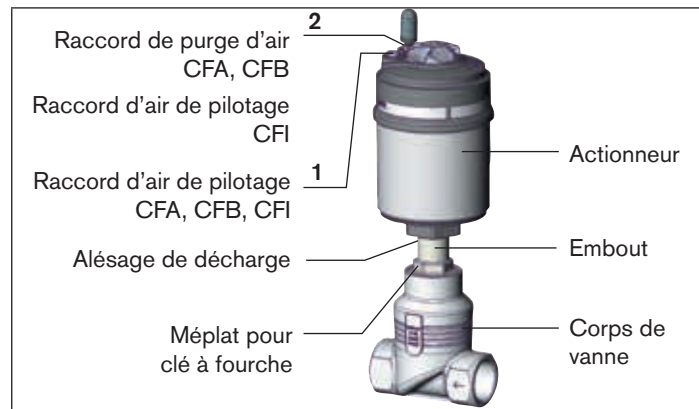

Fig. 24 : Désignation des pièces
- Avec la fonction **A** et **I** raccord d'air de pilotage **1** une pression de 6 - 8 bars (voir « Fig. 24 : Désignation des pièces »).
- Avec la fonction **B** raccord d'air de pilotage **2** une pression de 6 - 8 bars (voir « Fig. 24 : Désignation des pièces »).